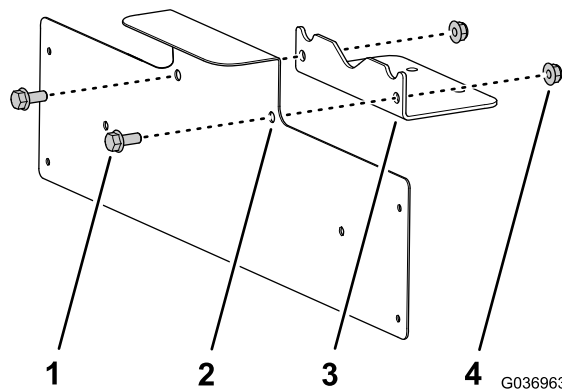

Figura 15
- Instale el soporte de la placa de matrícula al soporte de sujeción con los 2 pernos con arandela prensada (5/16" x 3/4") y 2 contratueras con arandela prensada (5/16"), tal y como se muestra en la Figura 15.